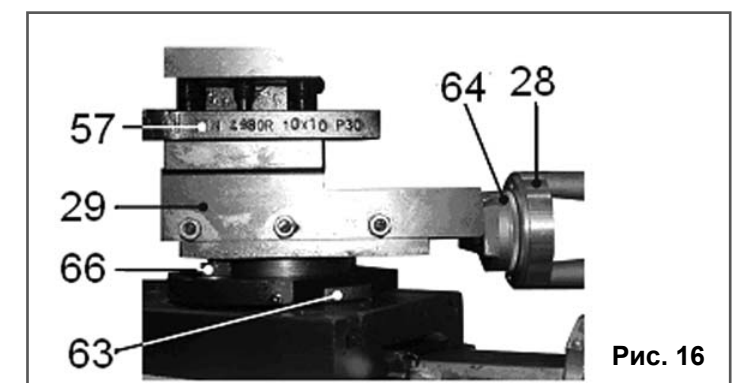

Рис. 16
10.3.6. Для выполнения конусного точения необходимо ослабить два болта (66), установить поворотный суппорт (29) на необходимый угол по показаниям шкалы (63). Зафиксируйте положение поворотного суппорта (29) двумя болтами (66), Рис.16.
10.3.7. Конусное точение выполняется вращением маховика (28) подачи поворотного суппорта (29) для перемещения резца (57). Размер контролируется по показаниям лимба (64), (1 деление=0.025мм.), Рис.16.